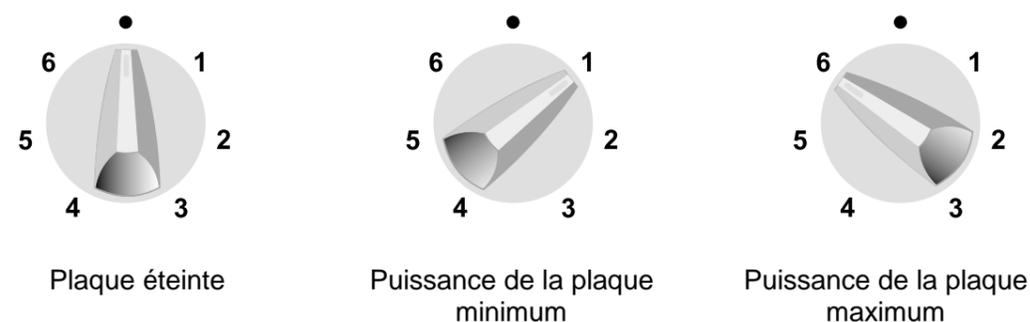

Fig. 24
- On peut tourner la manette en deux sens. Les chiffres de 1 à 6 sur la manette indiquent les positions de réglage (fig. 24). Les positions correspondent à la puissance de la plaque donnée.